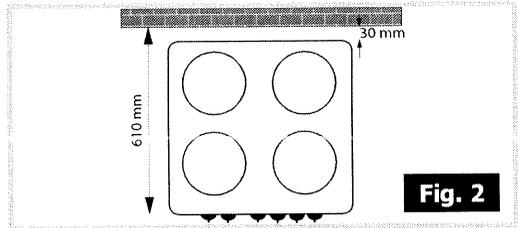

Fig. 2
- Cote de profondeur d'encastrement entre le mur à l'arrière et l'avant de l'appareil : **610 mm** (voir fig. 2, vue de dessus).
- ➔ Déserrez les vis du serre-câble (**fig. 2**).
- ➔ Introduisez le câble d'alimentation par le côté du capot et dans le serre-câble situé à droite du bornier. (Reportez-vous au tableau de la page précédente pour le choix de la section du câble) (**fig. 2**).